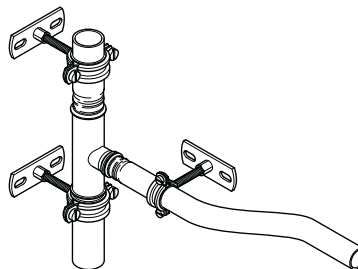

Fig. 31: Instalación sin tensión de los tubos comprimidos (por ejemplo con abrazaderas)
- Mantener los tubos comprimidos sin tensión. Ver la Fig. 31 "Instalación sin tensión de los tubos comprimidos (por ejemplo con abrazaderas)".